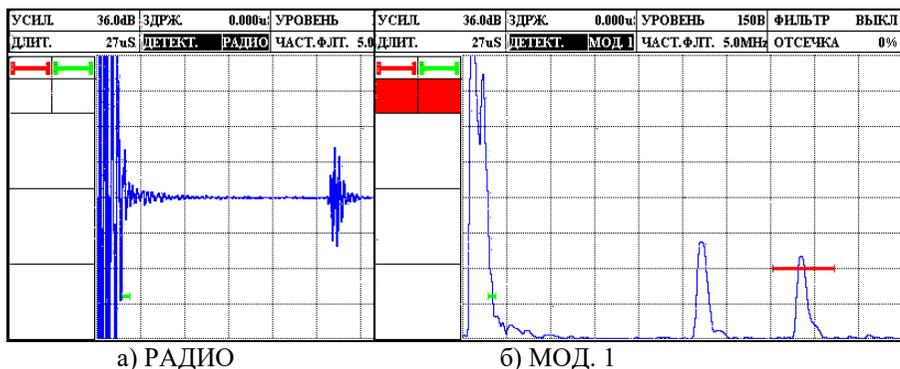

Рисунок 2.19 – Виды режимов детектирования
5. Выбор режима детектирования А-скана «ДЕТЕКТ.», в дефектоскопе представлены четыре режима: «РАДИО», «МОД. 1», «МОД. 2», «МОД. 3». Режим детектирования определяет представление (визуализацию) принятого сигнала на экране дефектоскопа (рис. 2.19). Принятый сигнал представляет собой двухполярный радиочастотный импульс, который может быть выведен на экран прибора в различном виде: